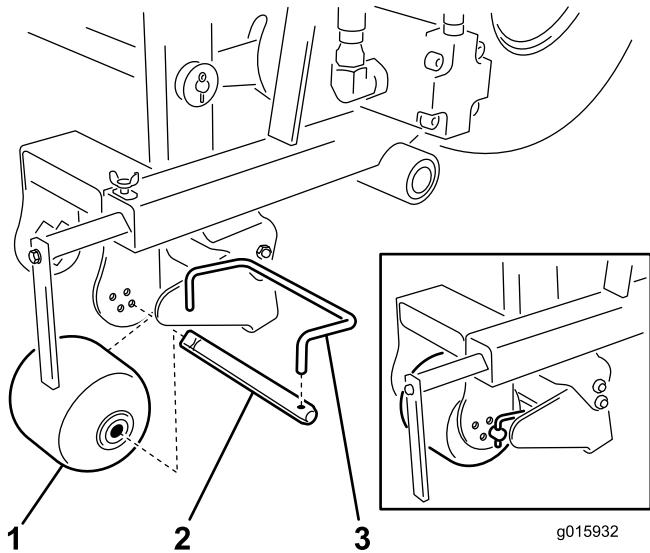

Figura 20
3. Desmonte a barra do raspador do eixo do rolo (Figura 20).
- 4. Retire o veio do rolo do rolo (Figura 20).